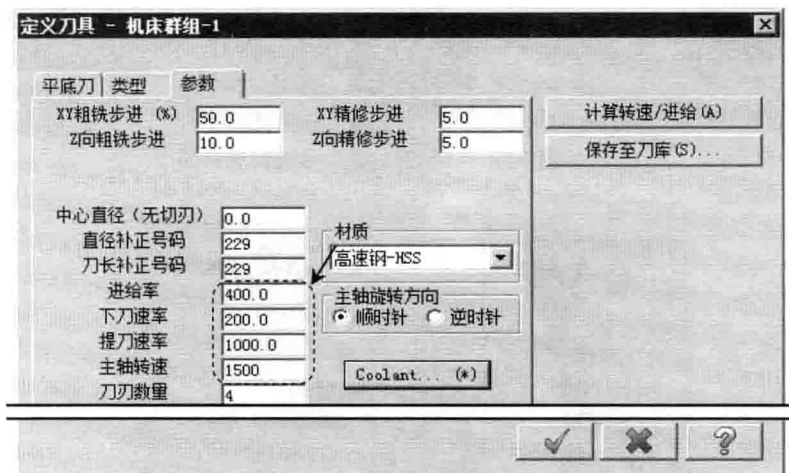

图 1.17 “参数”选项卡
(1) 完成上步操作后, 在“2D 刀具路径-外形”对话框的刀具列表框中显示出 Step6 所选取的刀具, 双击该刀具, 系统弹出“定义刀具-机床群组-1”对话框。
(2) 设置刀具号码。在“定义刀具-机床群组-1”对话框的**刀具号码**文本框中, 将原有的数值改为 2。
(3) 设置刀具的加工参数。单击“定义刀具-机床群组-1”对话框中的**参数**选项卡, 设置图 1.17 所示的参数。
(4) 设置冷却方式。在**参数**选项卡中单击**Coolant...**按钮, 系统弹出“Coolant...”对话框, 在**Flood** (切削液) 下拉列表中选择**On**选项。单击该对话框中的**✓**按钮, 系统返回至“定义刀具-机床群组-1”对话框。